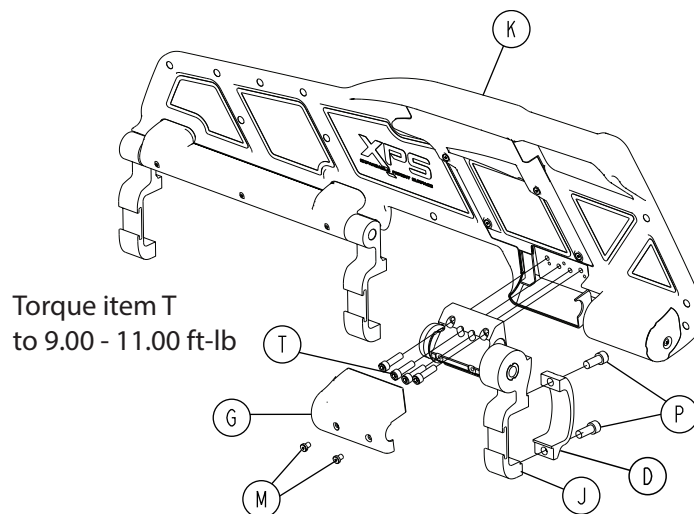

Figure 17 – Composants de l'ensemble clé à cliquet (XPS)
5. À l'aide d'une clé à 6 pans de 3/32 po, retirer les deux vis d'assemblage à six pans creux (M) qui fixent le couvercle de la clé à cliquet (G) à l'ensemble clé à cliquet (J) (Figure 17). Retirer et conserver le couvercle de la clé à cliquet. Conserver les vis.
6. À l'aide d'une clé à 6 pans de 1/4 po, retirer les vis d'assemblage à six pans creux (P) qui fixent la pince de barrière (D) à l'ensemble clé à cliquet du côté pieds de l'ensemble principal. Conserver les vis.
7. À l'aide d'une clé à 6 pans de 3/16 po, retirer les quatre vis d'assemblage à six pans creux (T) qui fixent l'ensemble clé à cliquet à l'ensemble de surmoulage (K). Retirer l'ensemble clé à cliquet et le mettre de côté. Conserver les vis.